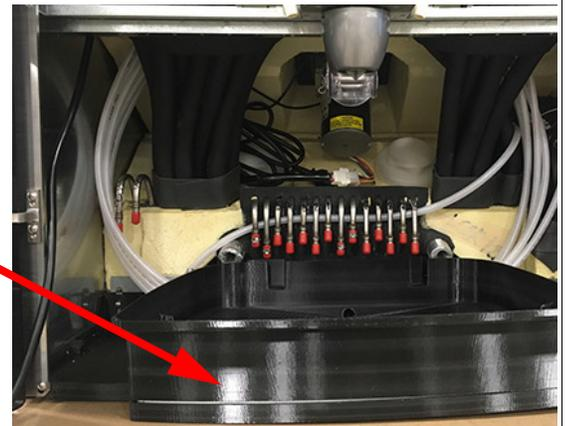

图 17
2. 要更换飞地，排水盘必须在位。如图 17 所示，将排水盘放入设备中。